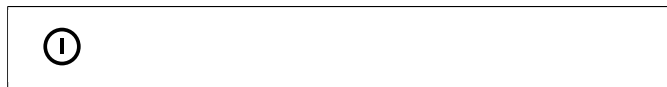

Рисунок 7: ВКЛ/ВЫКЛ и РЕЖИМ ВКЛ/ВЫКЛ
1. Проведите рукой перед экраном, чтобы он загорелся. **ВКЛ/ВЫКЛ** выделены (светятся ярче) (см. *Рисунок 7*, страница 6).